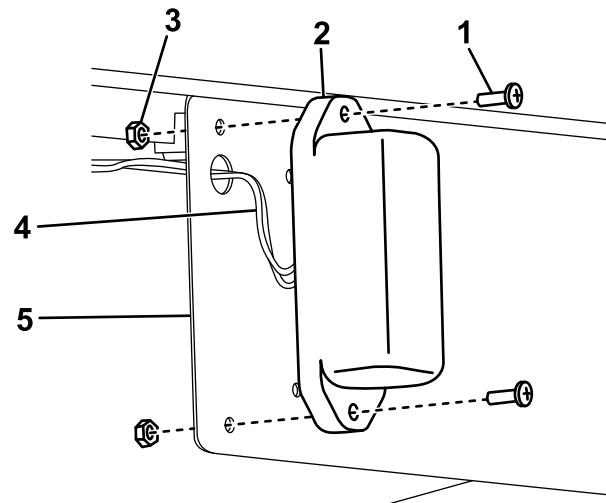

Figura 7
4. Introduzca los cables a través de los orificios grandes del soporte de la placa de matrícula y conéctelos a las 2 luces de la placa (Figura 7).
5. Instale las luces de la placa en el soporte de la placa usando los 4 tornillos de cabeza Phillips (Nº 10 x 5/8") y 4 contratuerca (Nº 10) según se muestra en Figura 7.